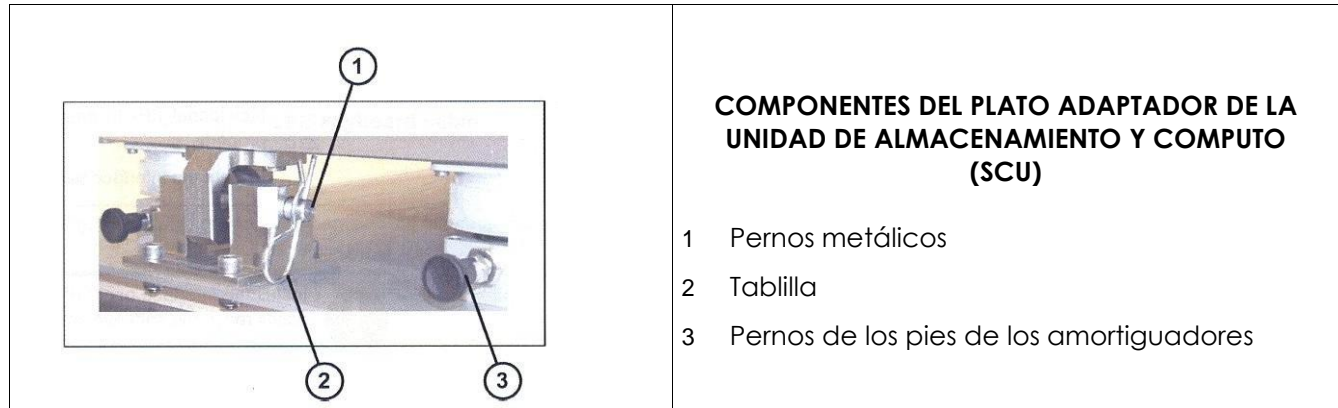

Figura 46. Cómo ubicar la Unidad de Almacenamiento y Computo (SCU)
- Mueva la plataforma de montaje en todas las direcciones para verificar que el sensor unit (SU) posee suficiente espacio y no se encuentra obstruido el movimiento por ningún elemento.
- Remueva los pernos (1) del plato adaptador de la unidad de almacenamiento y computo (SCU) y desasegure los pernos de los pies de los amortiguadores (3).
- Ubique la unidad de almacenamiento y computo (SCU) en las cavidades provistas del plato adaptador de la SCU, Figura 46.